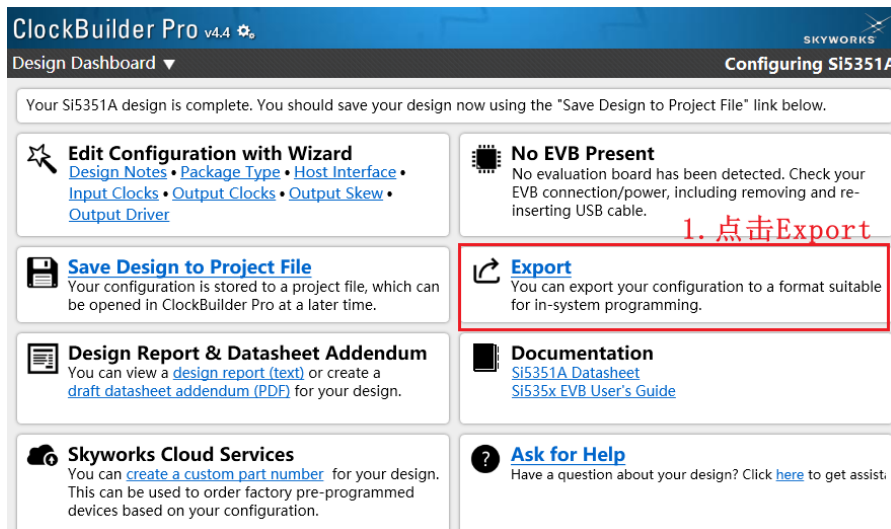

图 12. 25 选择 Export 导出所需文件
13. 在弹出的 Export 界面中，依次选择 Register File→C Code Header File→Save to File，操作步骤如下图 12. 26 所示。